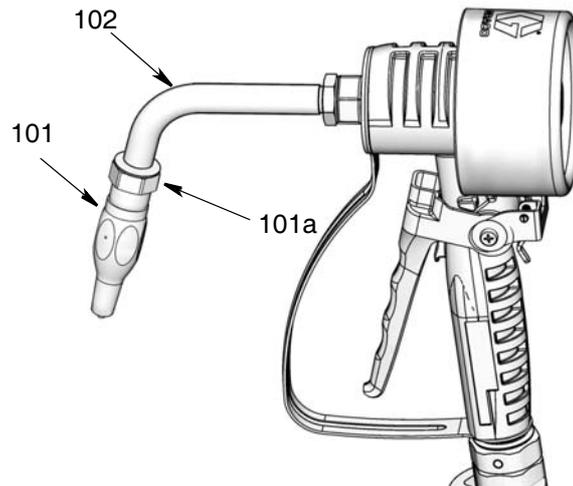

ABB. 7
- a. Düse (101) wie in ABB. 7.
- b. Einen verstellbaren Maulschlüssel an den flachen Stellen der Düsenbuchse (101a) ansetzen (ABB. 7), um das Fitting festzuziehen.